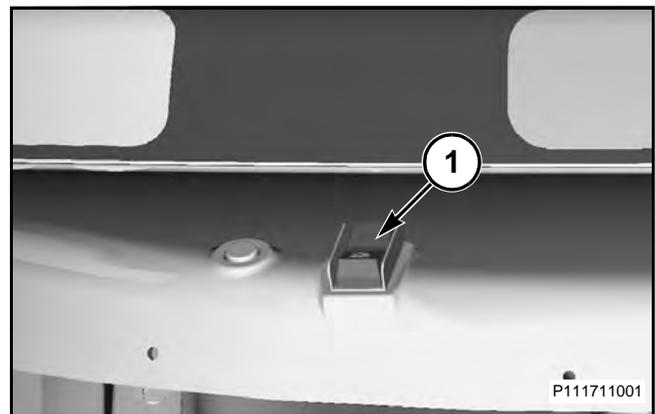

FIG. 162
FIG. 162: El interruptor externo de levantamiento/bajada (1) se proporciona para asistir al operador en la conexión de un implemento. El operador puede bajar el enganche de tres puntos y el operador puede levantar el enganche de tres puntos a una velocidad reducida. La velocidad no es ajustable. El interruptor (1) está situado en el guardabarros trasero izquierdo. Cuando se suelta el interruptor, éste regresa a la posición desconectada.